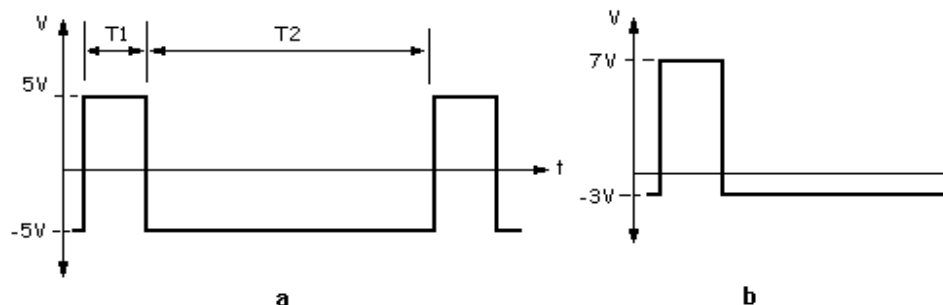

Figura 1: Señales para el ensayo
1. Ajustar el control de ancho de pulso (duty cycle) al mínimo y los controles de amplitud hasta lograr la señal de la figura 1, parte a. Medir entre los puntos A y B con los tres Multímetros estudiados la tensión, utilizando la escala que proporcione la mejor lectura tanto en Modo CC como en modo CA y volcar los resultados a la tabla siguiente:
1. Utilizar el mismo banco de medición de la figura 1, pero conectando "en paralelo" con el osciloscopio la entrada del contador universal, usado en modo "frecuencímetro", por medio de un cable BNC-Cocodrilo auxiliar. Solicitar ayuda del docente para setear tanto el osciloscopio como el contador universal.